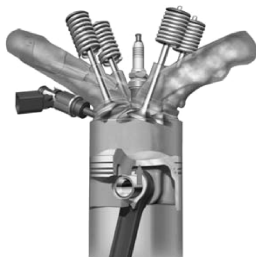

图 1-18 排气过程
5) 排气过程。活塞由下向上移动, 进气门关闭, 排气门打开, 气缸中的燃烧废气由活塞向上移动时经排气门排至大气中, 废气经消声器才不至产生太大的响声和噪声如图 1-18 所示。